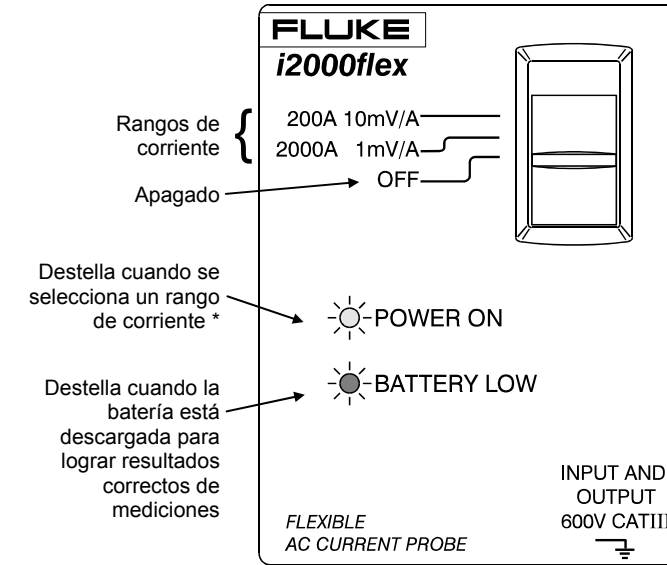

Figura 1. Texto de la unidad i2000flex
- Indicador no parpadeante BATTERY LOW (LED rojo) (ver Figura 1)
Indicadores (ver Figura 1)